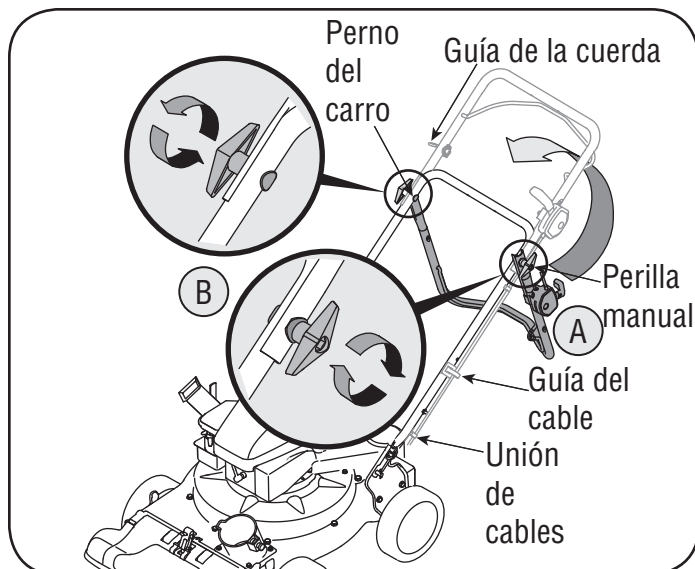

Figura 3
2. a. Despliegue la manija superior hasta que quede alineada con la manija inferior. Asegúrese que la guía de la cuerda esté situada a la derecha de la manija superior. Vea la figura 3.
- b. Para sujetar las dos manijas ajuste las perillas de la manija (los pernos del carro deben estar colocados de forma adecuada en la manija). Vea la figura 3.
3. Tire de las dos uniones del cable unidas a los cables, ajuste aproximadamente 8 pulgadas de cada extremo de cable, y ubique los cables en su guía. Vea la figura 3.